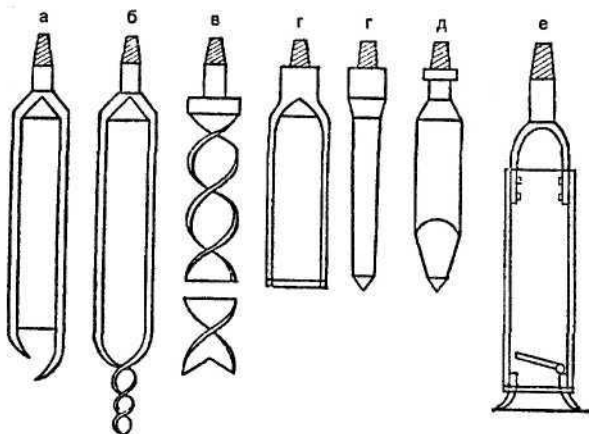

Рис. 8. Инструменты для бурения:
Бурение скважины выполняют с помощью бура или специального бурового инструмента. Буровой инструмент имеет разные названия, диаметр и массу. Применяют его для бурения различных пород путем вращения или долбления, т.е. нанесения по породе сильных ударов инструментом, насаженным на штангу (рис. 8).
- *Буровые ложки (рис. 8а)* применяют для бурения скважин преимущественно в устойчивых
легких породах: чистых, влажных песках, глинистых песках, песках с мелким гравием, суглинках и песчанистых глинах. Ложки изготавливают из листовой стали или стальных труб с обязательной термообработкой. Корпуса ложек изготавливают диаметром 70, 102, 140, 198 мм и длиной 700-750 мм. Эти ложки предназначены для обсадных труб с внутренним диаметром 78, 115, 155 и 205 мм. В основном используют ложки с лезвием и змеевиком. При работе ложки с лезвием и двумя заостренными резцами требуется нажим определенной силы, чтобы она врезалась в породу и срезала ее. Ложка со змеевиком на конце (рис. 8 б) облегчает бурение, так как нажимать на нее во время работы почти не требуется, поскольку змеевик ввертывается в грунт и тянет за собой ложку.
*Змеевик (спиральный бур)* (рис. 8 в) применяют для бурения скважин в глинах и суглинках с содержанием некоторого количества гравия. Он состоит из головки с конусообразной резьбой и нескольких спиральных витков, оканчивающихся в нижней части лезвием. Шаг спирали принимают, как правило, равным диаметру змеевика. Изготавливают из полосовой стали нужной марки и вязкости. Закаливают змеевик на высоту спирали. Перекаленный металл непригоден, так как при бурении он может сломаться и удалить его из скважины практически невозможно.
• *Долота* (рис. 8 г, д) применяют для ударного бурения. Они подразделяются на зубильные,
• *Желонки* (рис. 8 е) бывают простые и поршневые. Желонки служат для извлечения из скважины пробуренной ударным способом породы, а также для бурения сыпучих и рыхлых пород. Корпус желонки изготовляют из трубы длиной 2-3 м. Вверху имеется резьба для крепления к штанге или серьга для крепления к канату, внизу — стальной башмак с клапаном. Нижнюю часть башмака делают острой, диаметром на 4-8 мм больше наружного диаметра корпуса желонки.